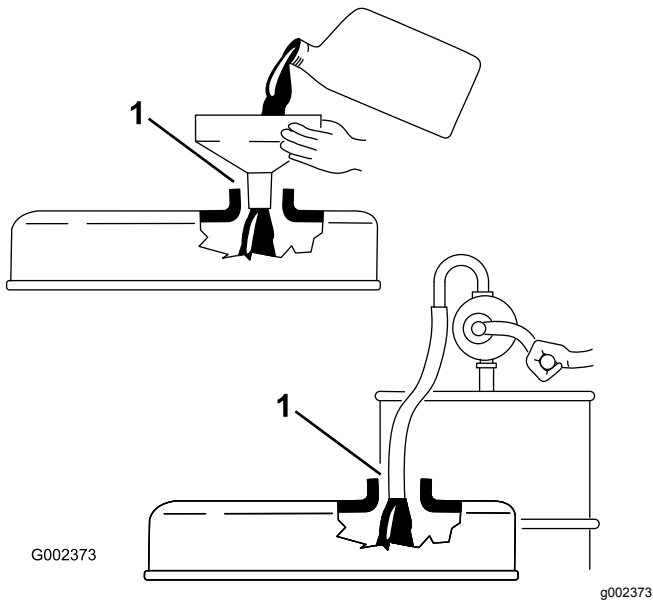

Figura 27
**Importante:** Retire la varilla mientras se llena de aceite el motor. Al añadir aceite de motor o al cambiar el aceite, debe haber holgura entre el dispositivo de llenado de aceite y el orificio de llenado de la tapa de las válvulas, según se muestra en Figura 27. Esta holgura es necesaria para permitir la ventilación durante el llenado, lo cual evita que el aceite se derrame sobre el respiradero.